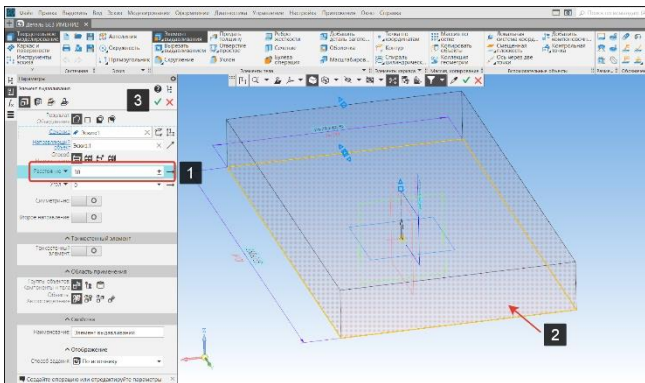

Рисунок 51 – Настройка параметров
- В строке Расстояние зададим числовое значение высоты: 30 мм. (Рисунок 51);
- Для завершения команды с сохранением изменений, нажмем кнопку Создать объект (3) (Рисунок 51).